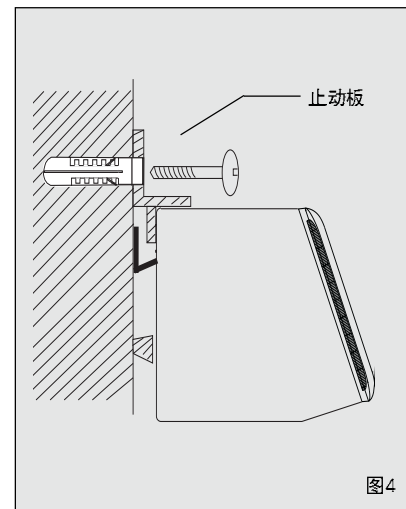

图 4
- 2、把止动板紧压机壳顶面，带孔面靠墙对准上排的 2 个膨胀管孔，旋入木螺钉拧紧，如图 4 所示。